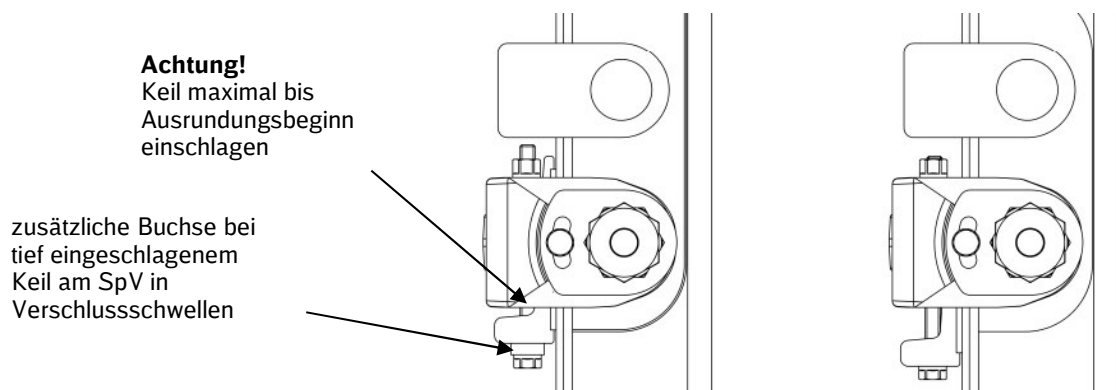

Bild 6 Montage des Keils
- Keil mit Ausgleichblech maximal bis zum Ausrundungsbeginn einschlagen, bei Bedarf dickeres Ausgleichblech verwenden. Die Keilspitze muss nicht auf der gegenüberliegenden Seite überstehen (Bild 6).
- Wenn die Keilverschraubung an der Prüferstange anliegt, ist unter dem Schraubenkopf eine zusätzliche Buchse anzuordnen (Bild 6 links).